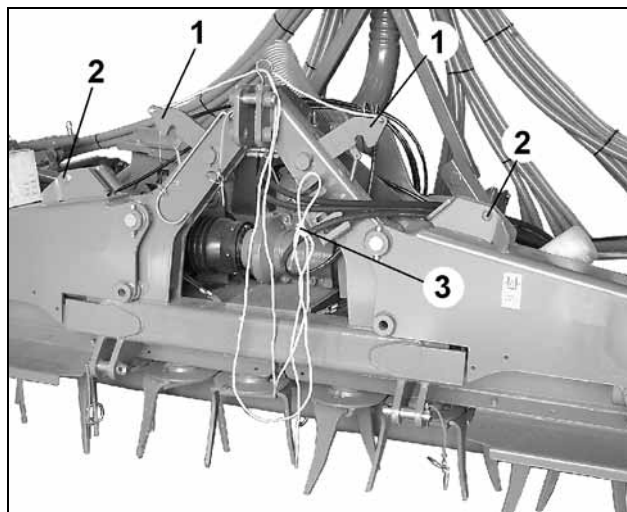

Fig. 111
- Aprire la macchina, previo allentamento del bloccaggio tramite cavo dalla cabina del trattore (Fig. 111/3).